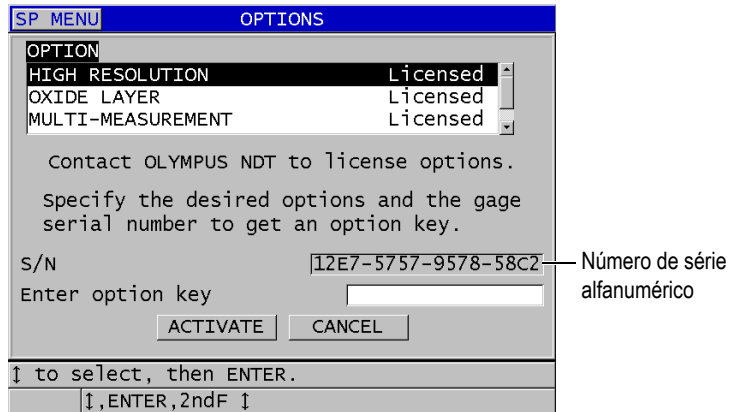

Figura 7-1 Tela OPTIONS (OPÇÕES) para ativar opções de software
3. Na tela **OPÇÕES** (veja Figura 7-1 na página 113), observe que um código serial alfanumérico de 16 dígitos aparece no campo **S/N**.
5. Na tela **OPTIONS** (OPÇÕES) (consulte Figura 7-1 na página 113):